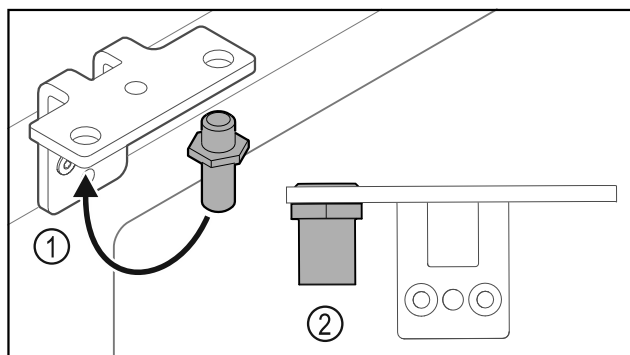

Fig. 32
- Cambiar la posición del perno Fig. 32 (1) en la escuadra de bisagra.
- Apretar el perno Fig. 32 (2) con un **par de 12 Nm (9 ft-lb)**.